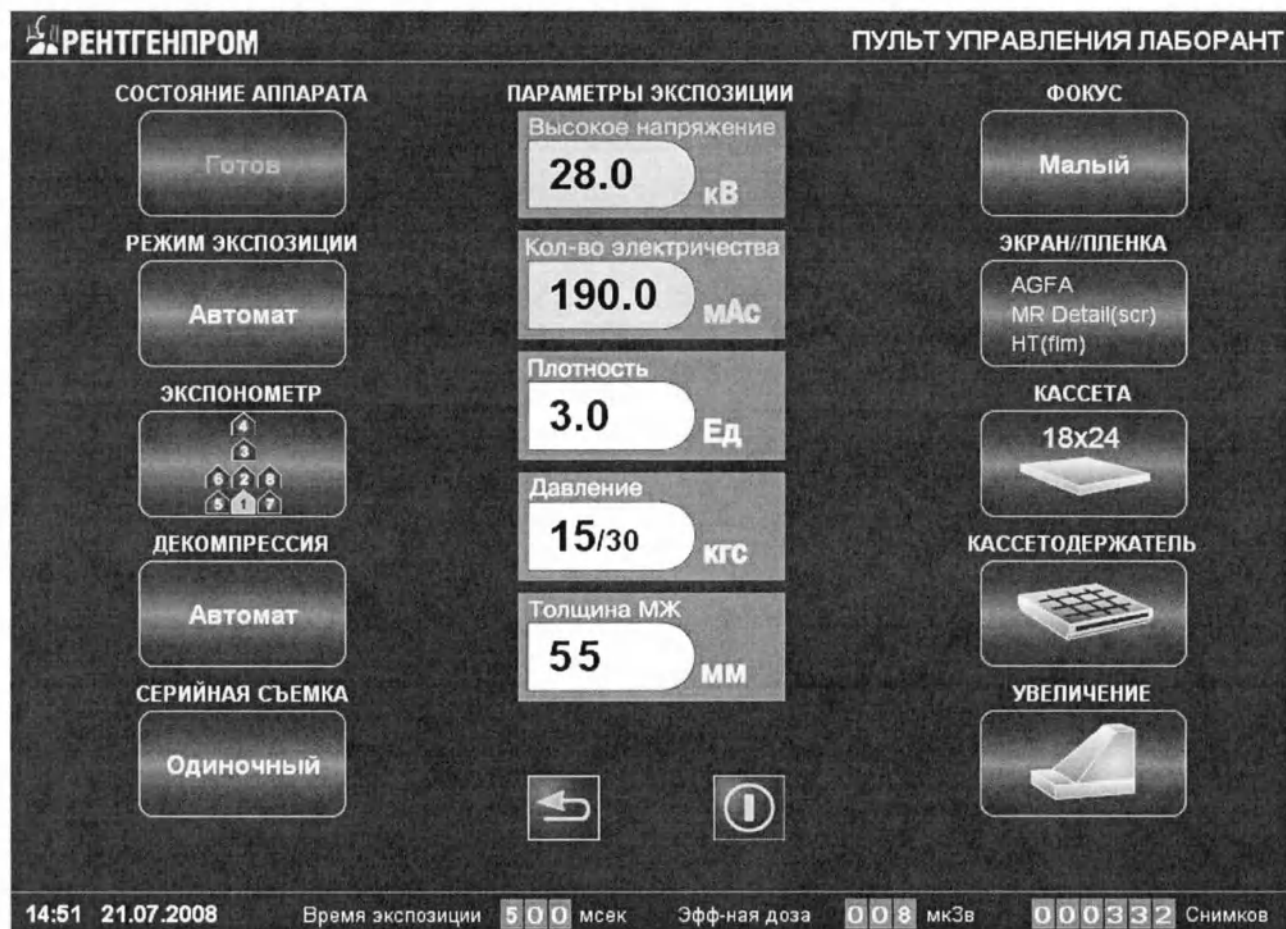

Рисунок 14 – Диалог пульта управления «Лаборант»
Контроль за лучевыми нагрузками пациентов осуществляется с помощью программного обеспечения, установленном на ПК. В нижней строчке в поле ПУ (рис.14) высвечивается дата проведения исследования, время экспозиции (мсек), эффективная доза (мкЗв) и номер снимка.
6.1.3. Программа «Маммо-РП» запускается автоматически при включении ПК. На экране ПК высветится главное окно программы (рис.14).
6.2.6. Установить на планшетном компьютере: режим и параметры экспозиции (рис.14).
6.2.6.1. Выбрать левой клавишей мыши проекцию и, при необходимости назначить режимы и параметры экспозиции (рис.14).
Установить требуемое усилие сжатия с помощью педали и, при необходимости, ручками механического управления, которые расположены в верхней части маммографа с двух сторон от положения пациента (рис.2). Количественно усилие сжатие отображается на пультах управления на аппарате (рис.4) и экране компьютера (рис.14).
6.3.5. Индикатор «Готовность» на панели управления (рис. 4) или «Готов» на ПУ (рис.14) извещает о готовности маммографа к экспозиции.